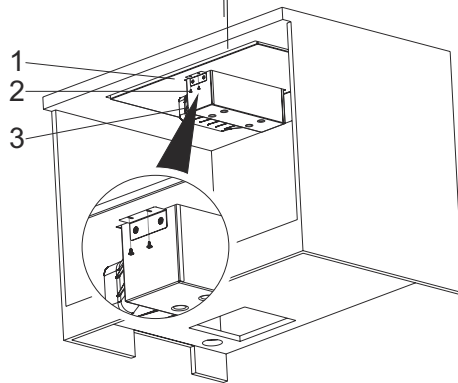

Fig. 15
5. ➤ Placera behållaren i hålet i mitten av spishällen. Fäst den sedan på spishällen med 3,5 x 9,5 skruvar (Fig. 15).